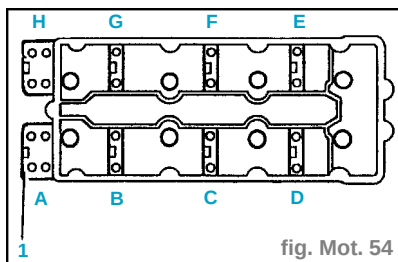

fig. Mot. 54
- Monter les supports des arbres à cames sur la culasse en fonction de la séquence indiquée sur la figure (1) (fig. Mot.54).
- Monter les poussoirs hydrauliques (4).
- Monter les supports des arbres à cames au niveau de la culasse en fonction de la séquence reportée sur la figure (1) (fig. Mot. 54).